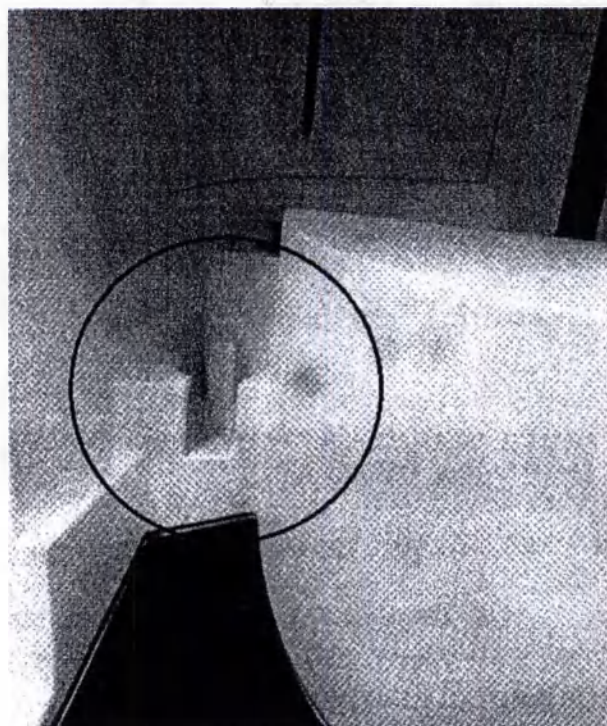

Рисунок 58 – Точка промывки
- Шаг второй: поместить емкость для промывки в точку промывки (рисунок 58).